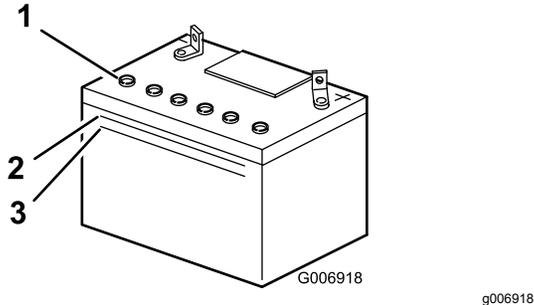

図 35
2. バッテリーを側面から見て液の量を確認する。上の線まであればよい 図 35。
**注** バッテリー液の量が下の線より下がらないように管理する 図 35。
2. キャップを取る 図 35。
3. 液量がチューブの下に達するまで、各セルにバッテリー液をゆっくりと補給する 図 35。